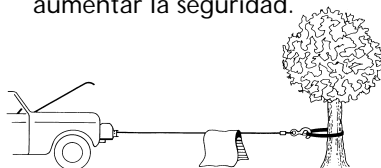

Figura 4
- Es una buena idea poner una frazada pesada o un abrigo sobre el cable de alambre cerca del extremo del gancho cuando tire de una carga pesada (Figura 4). En el caso de que el cable de alambre falle, la tela actuará como atenuador para evitar que el cable de alambre latiguee. Levante la tapa del motor de su vehículo para aumentar la seguridad.